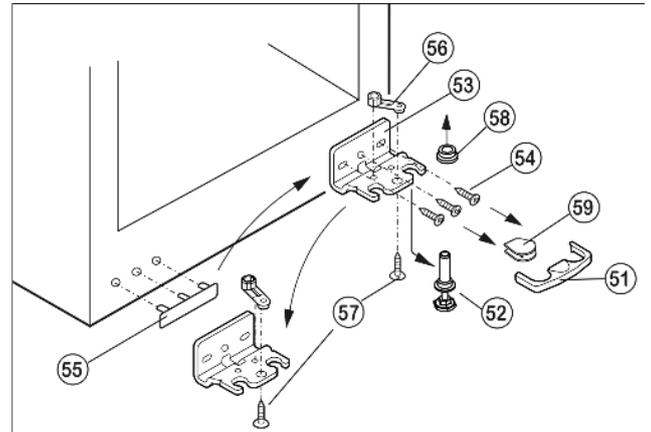

Fig. 16
- ▶ Предохранитель Fig. 16 (51) снимите движением вперед.
- ▶ Снимите крышку Fig. 16 (59).*
- ▶ Полностью вверните регулируемую опору Fig. 16 (52).
- ▶ Вытяните опорный палец Fig. 16 (52) вниз и вперед. При этом следите за гнездом шарнира Fig. 16 (58).
- ▶ Открутите опорный кронштейн Fig. 16 (53)(3 x Torx 25) Fig. 16 (54).
- ▶ Открутите опорную деталь Fig. 16 (56)(1 Torx 25) Fig. 16 (57) и, переставив в отверстие на противоположной стороне опорного кронштейна, снова прикрутите.
- ▶ Осторожно приподнимите и переставьте крышку Fig. 16 (55) со стороны ручки.
- ▶ Снова прикрутите опорный кронштейн Fig. 16 (53) на новой стороне шарнира при необходимости с помощью аккумуляторного шуруповерта **с усилием мин. 4 Нм**.
- ▶ Установите крышку Fig. 16 (59) на противоположной стороне.*
- ▶ Предохранитель (51) нужно зафиксировать сбоку на кронштейне, чтобы опорный палец и двери были защищены от выпадения.
- ▶ Снова защелкните предохранитель (51) на опорном кронштейне.
- ▶ Наденьте гнездо шарнира Fig. 16 (58).